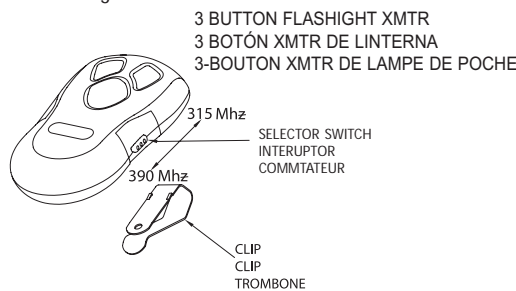

Fig. 3
Étape 5-2 Attachement de Trombone de Visière **Fig. 3**
Le récepteur dans le powerhead peut recevoir des signaux à 315 et 390 MHz. L'éloigné est la série d'usine à 315 MHz, Voir la figure 3 au dessous pour la commutateur de selector de fréquence.
Paso 5-2 Fijación de Clip de Visera **Fig. 3**
Step 5-2 Visor Clip installation **Fig. 3**
The receiver in the GDO's powerhead can receive signals at 315 AND 390 MHz. The remote is factory set at 315 MHz. See Figure 3 for frequency selector switch settings.